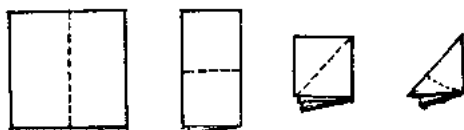

图 1
1. 把每边为 200 毫米的正方形棉纸如图 1 所示连续折迭四次, 即由正方形折成直角等腰三角形, 再将三角形剪成扇形, 然后展开摊平, 即成圆形的伞顶。